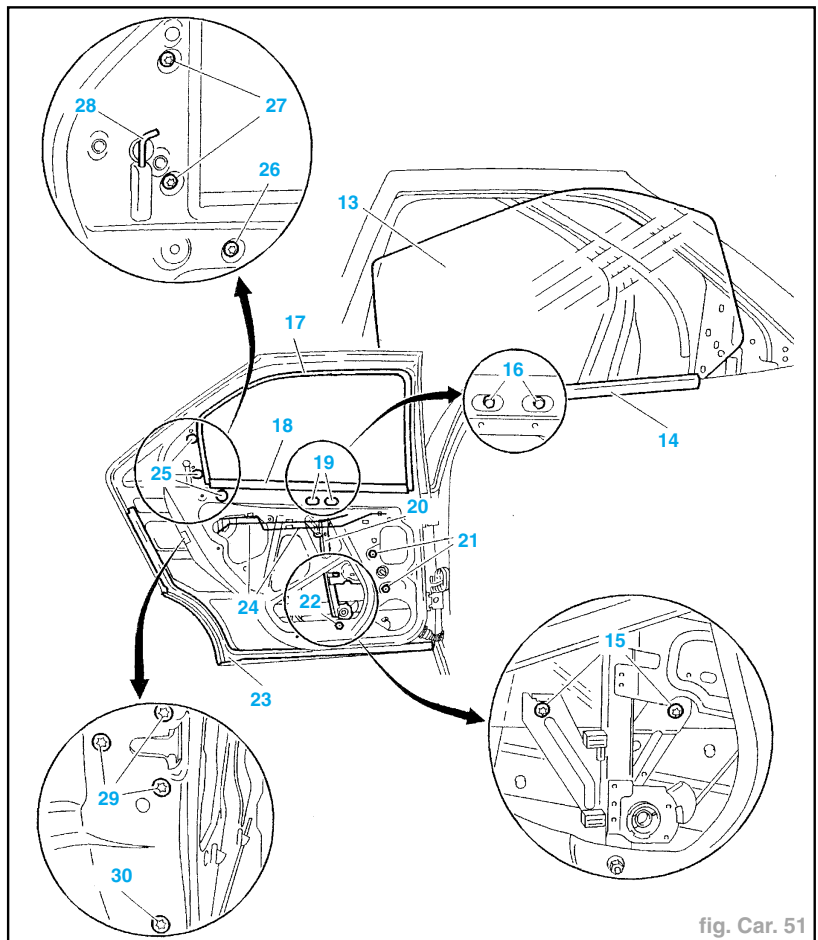

fig. Car. 51
- Déposer (fig. Car. 51) :
- le lèche-vitre intérieur (18),
- le lèche-vitre extérieur (14),
- la coulisse de vitre (17),
- le joint anti-salissure (23),
- l'enjoliveur extérieur de gousset (bouchon (25) vis (27)),
- la vitre (13) descendre la vitre pour déposer les fixations (15),